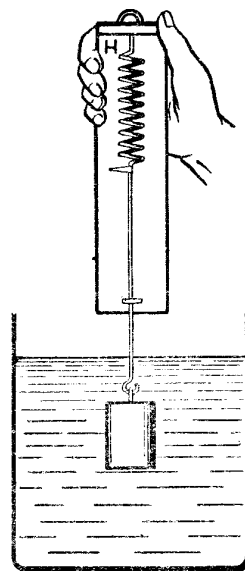

Рис. 1
3. Опустите груз в сосуд с водой (рис. 1) и измерьте новое удлинение  $x_2$  пружины.